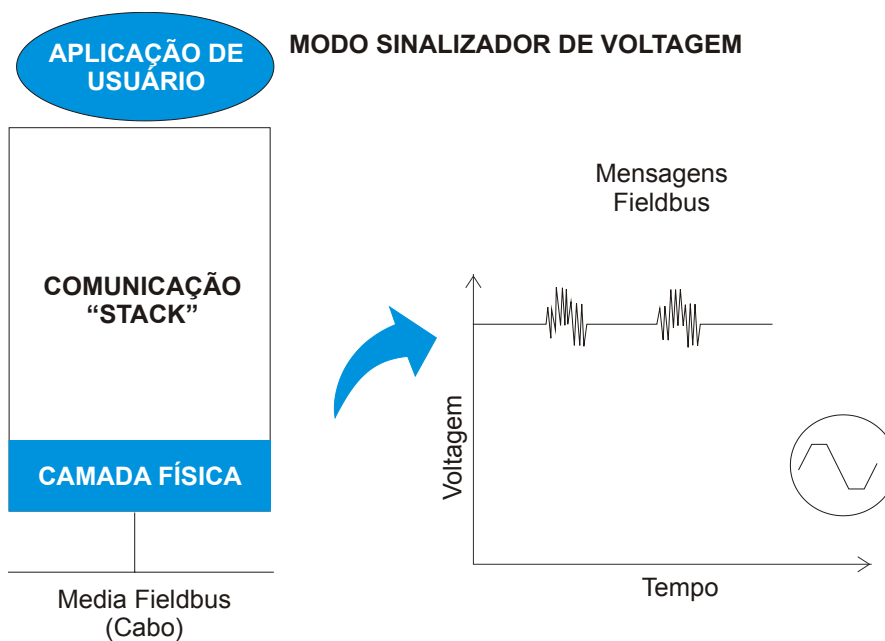

Figura 3.44 – Modo Tensão 31.25 kbit/s
A transmissão de um equipamento fornece ± 10 mA a 31,25 kbit/s em uma carga equivalente a 50, criando um sinal de tensão modulado de 750 mV a 1,0 V pico a pico. A fonte de alimentação pode fornecer de 9 a 32 Vdc, porém em aplicações seguras (IS) devem atender os requisitos das barreiras de segurança intrínseca. Veja Figura 3.44.